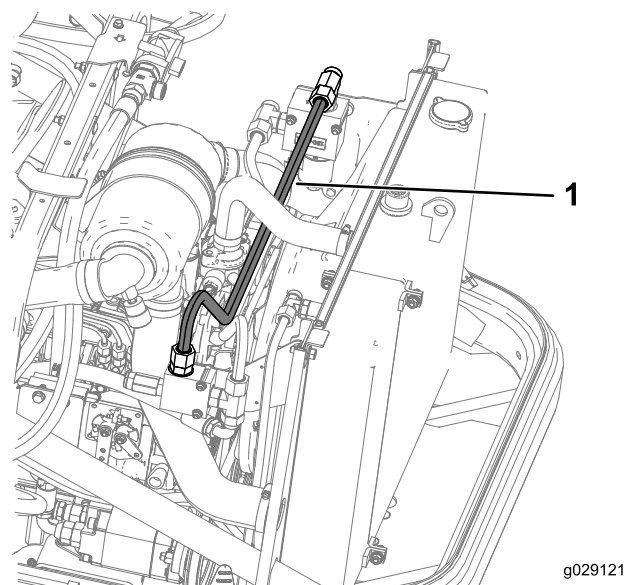

Figura 30
10. Montate il tubo idraulico I proveniente dal raccordo dell'adattatore (5/8 x 5/8 poll. maschio) del gruppo del collettore destro sul raccordo dell'adattatore a T (5/8 poll. maschio) del gruppo del collettore sinistro, come illustrato nella Figura 30.